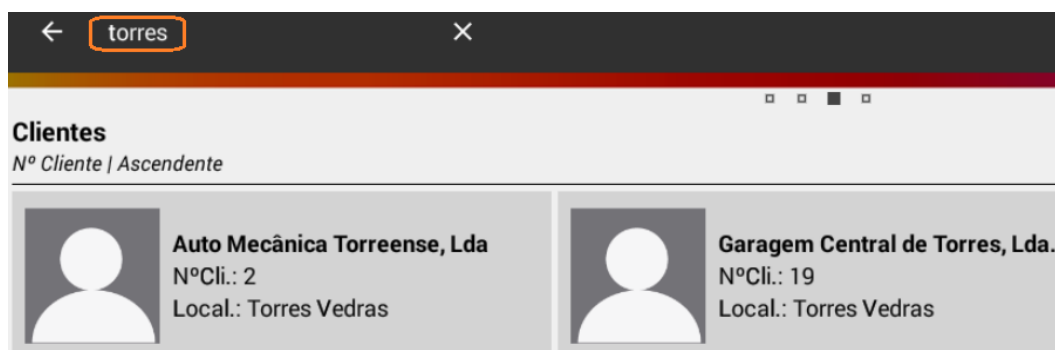

Fig. 62
- Permite pesquisar por nome, número de cliente, localidade ou número de contribuinte (Fig. 62). A 'seta' sai do modo pesquisa e a 'cruz' limpa o conteúdo a pesquisar, preparando o campo para nova pesquisa.